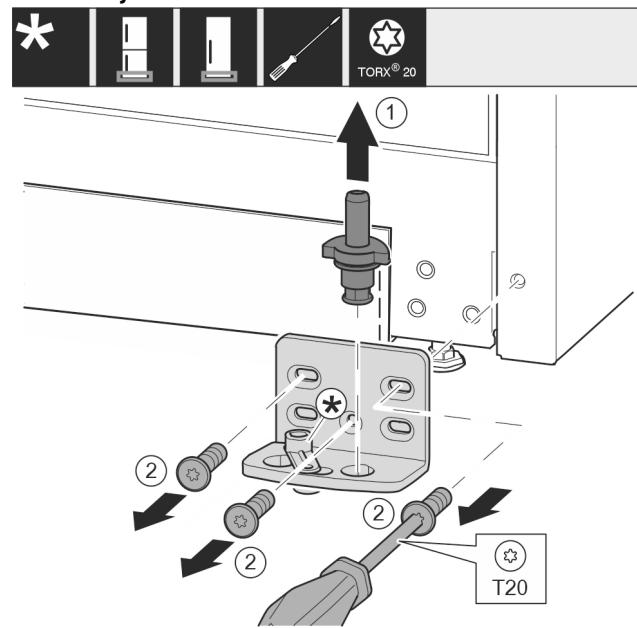

Fig. 11
- ▶ Izvucite podložak ležaja kompletno prema gore. Fig. 11 (1)
- ▶ Odvijačem T20 odvijte vijke i skinite podložak ležaja. Fig. 11 (2)